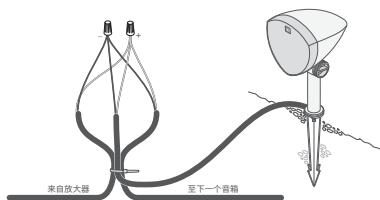

图 8
8. 剪切左扬声器或右扬声器的两根电线(参见下表),剥去埋地线裸露端 3/4 英寸(约1.9厘米)的绝缘层,然后从相应扬声器尾纤的端部剥去 3/4 英寸(约1.9厘米)的绝缘层(见图 8)。
9. 制作一个大约 10 英寸(约25厘米)的环路,使用扎带将线环和扬声器尾纤固定到位,以消除应力(见图 8)。